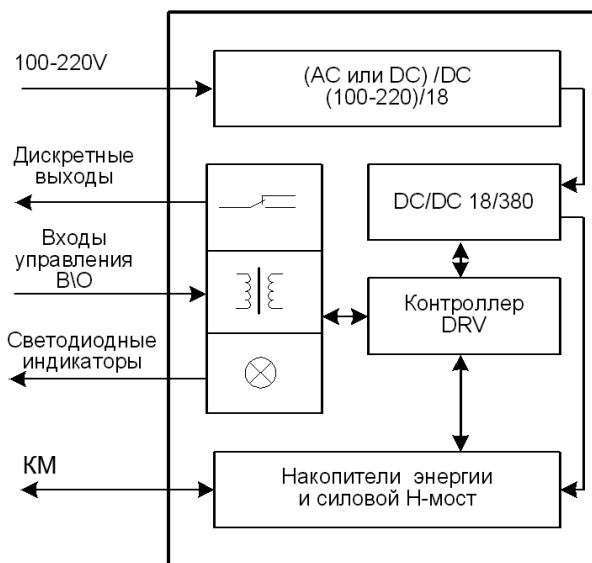

Рис. 3. Схема электронного модуля управления СМ_1501_01(4)
На рис. 3 приведена схема электронного модуля управления СМ_1501_01(4) с обозначением основных составных частей.